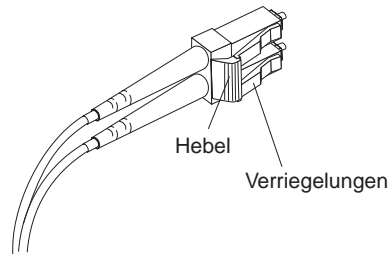

Abbildung 26. Hebel und Verriegelungen des LC-LC-Fibre-Channel-Kabels
1. Halten Sie am Ende des Kabels, das mit dem LC-Anschluss des LC-SC-Kabeladapters verbunden ist, den Hebel gedrückt, um die Verriegelungen zu lösen. In Abb. 26 sind die Positionen des Hebels und der Verriegelungen dargestellt.